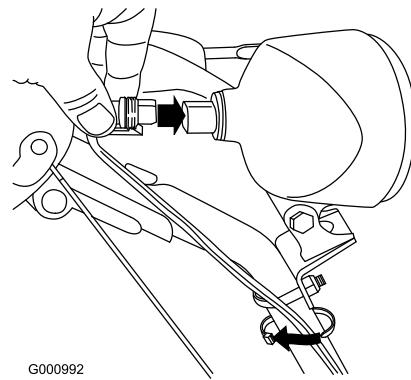

Figura 12
- Inserite direttamente nel retro del faro il connettore situato sull'estremità allentata del cavo, finché non è saldo (Figura 12).
Nota: L'attacco in plastica sul connettore del cavo deve trovarsi in fondo (Figura 12).
- Fissate una fascetta per cablaggio (nel sacchetto delle parti sciolte) attorno al cavo e alla stegola, a circa 2,5 cm sotto il bullone ad U (Figura 12).